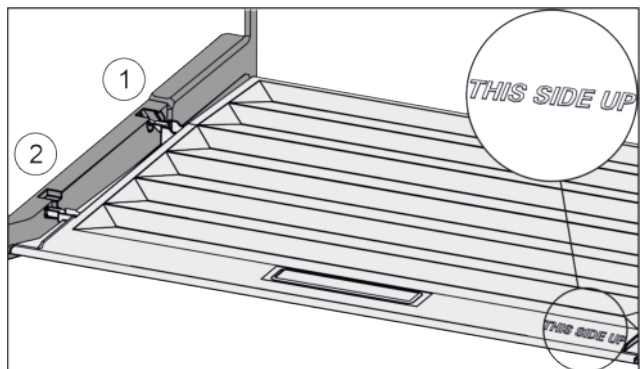

Fig. 64
- ▶ Deckelstege über Öffnung der hinteren Halterung *Fig. 64 (1)* einführen und vorne in Halterung *Fig. 64 (2)* einrasten.